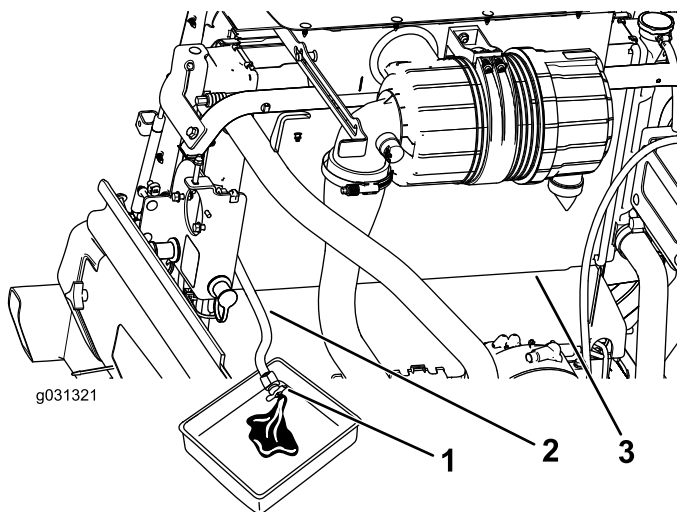

Figura 124
3. Com o tubo de drenagem do radiador colocado num recipiente de drenagem, abra a válvula de drenagem no tubo do radiador e drene o fluido para um recipiente de drenagem (Figura 124).
4. Feche a válvula no tubo de drenagem do radiador (Figura 124).